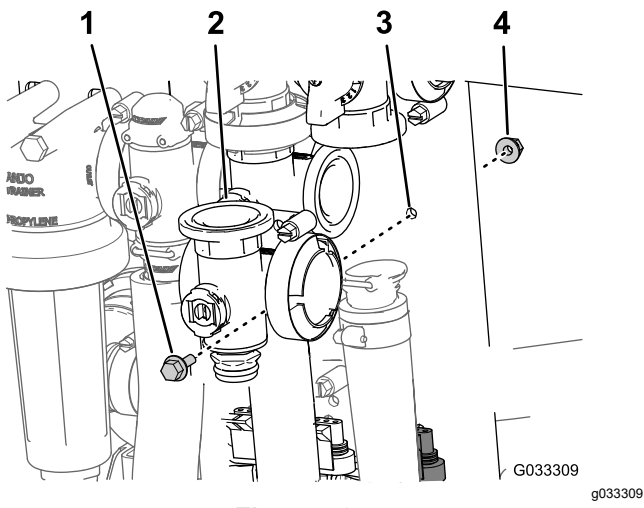

Figura 72
3. Remova o parafuso de cabeça flangeada e a contraporca flangeada que prendem a válvula da seção principal ao suporte da válvula e remova o coletor da válvula da máquina (Figura 72).